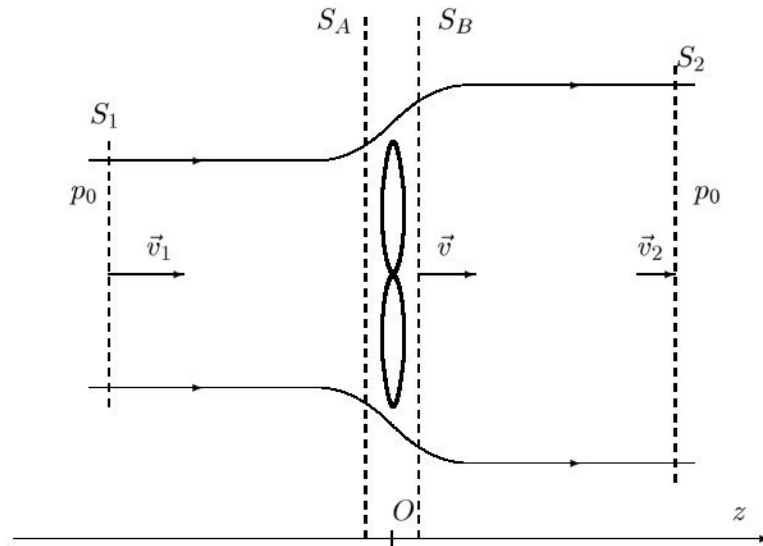

Figure 1: Écoulement axial de l'air autour d'une hélice.
On s'intéresse dans cette partie à un écoulement axial de l'air autour de l'hélice d'une éolienne (voir figure 1) en faisant les hypothèses suivantes :
1.1.3. Écrire les expressions des débits massiques $D_{m,1}$, D_m et $D_{m,2}$ de l'air à travers les sections S_1 , S et S_2 respectivement du tube de courant de la figure 1.